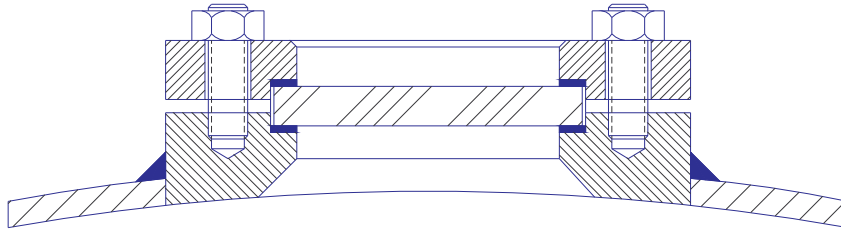

Figura 3
c) Pared del recipiente radial con reborde de soldadura radial (Figura 3)